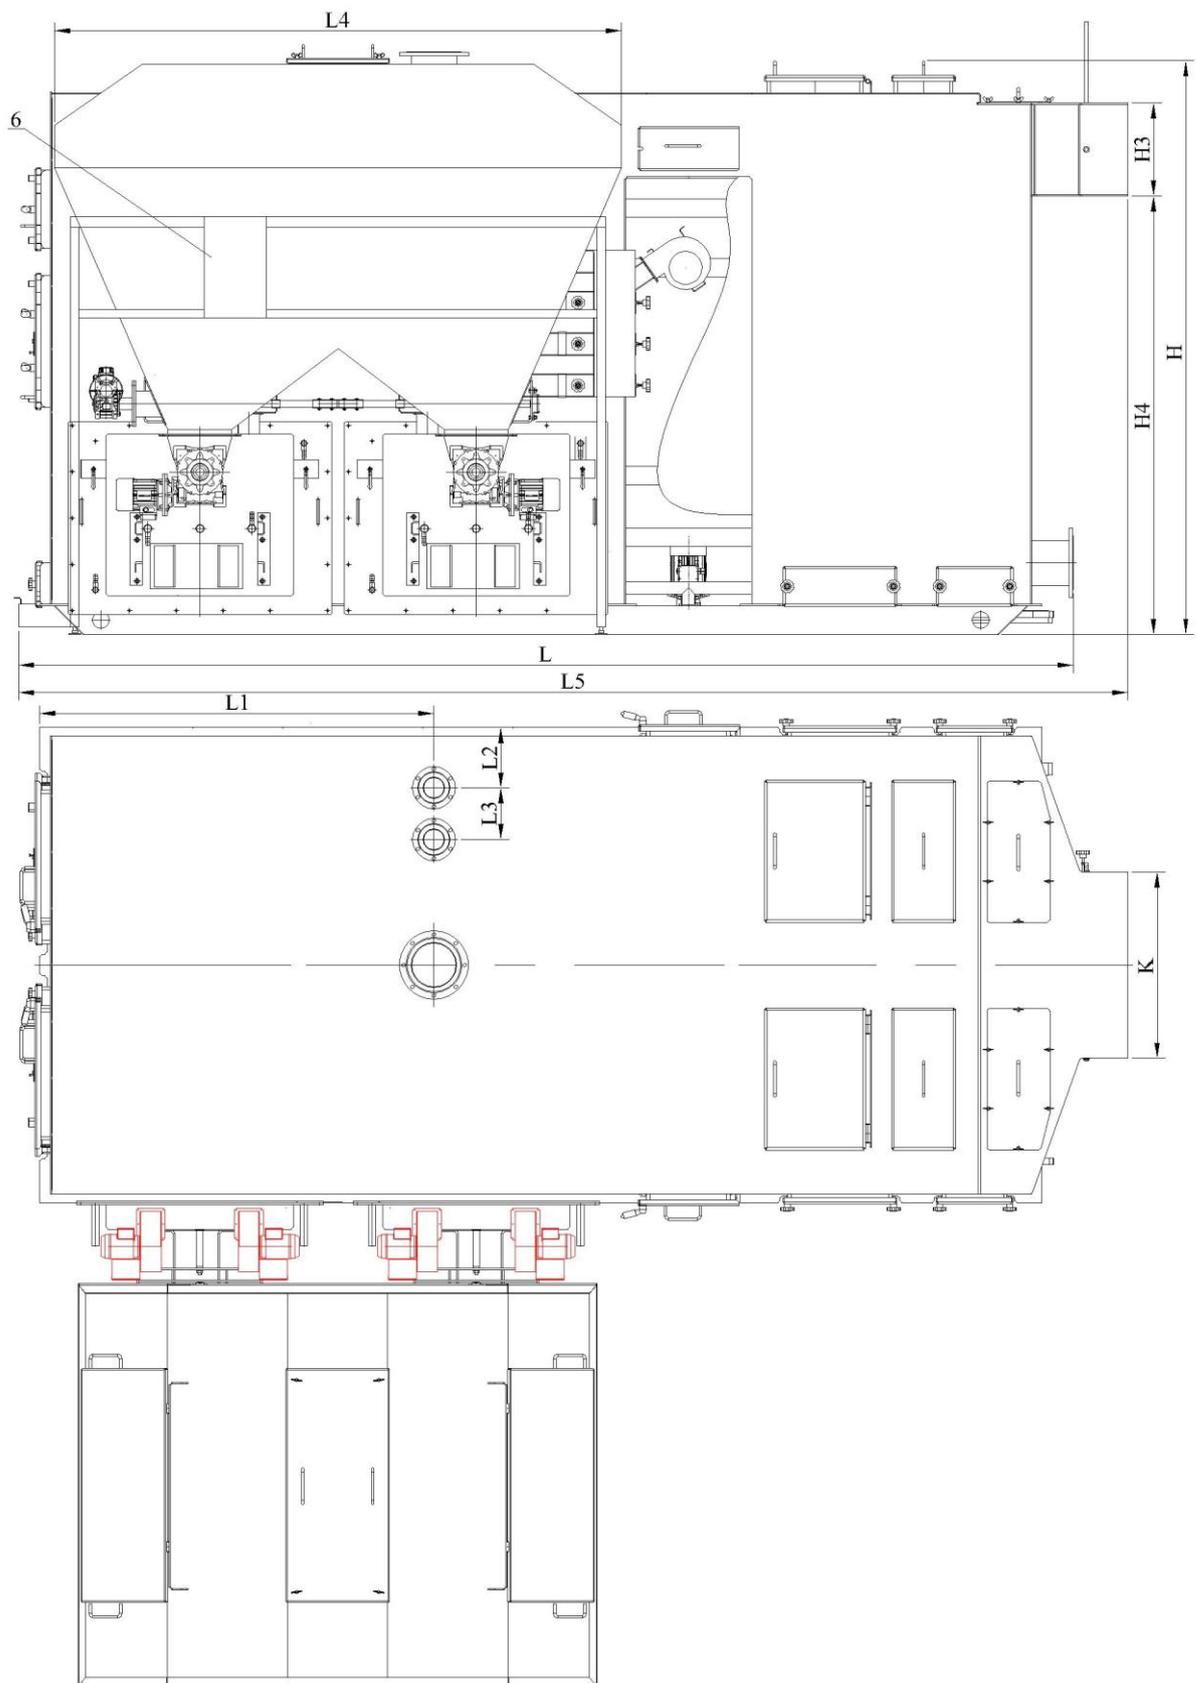
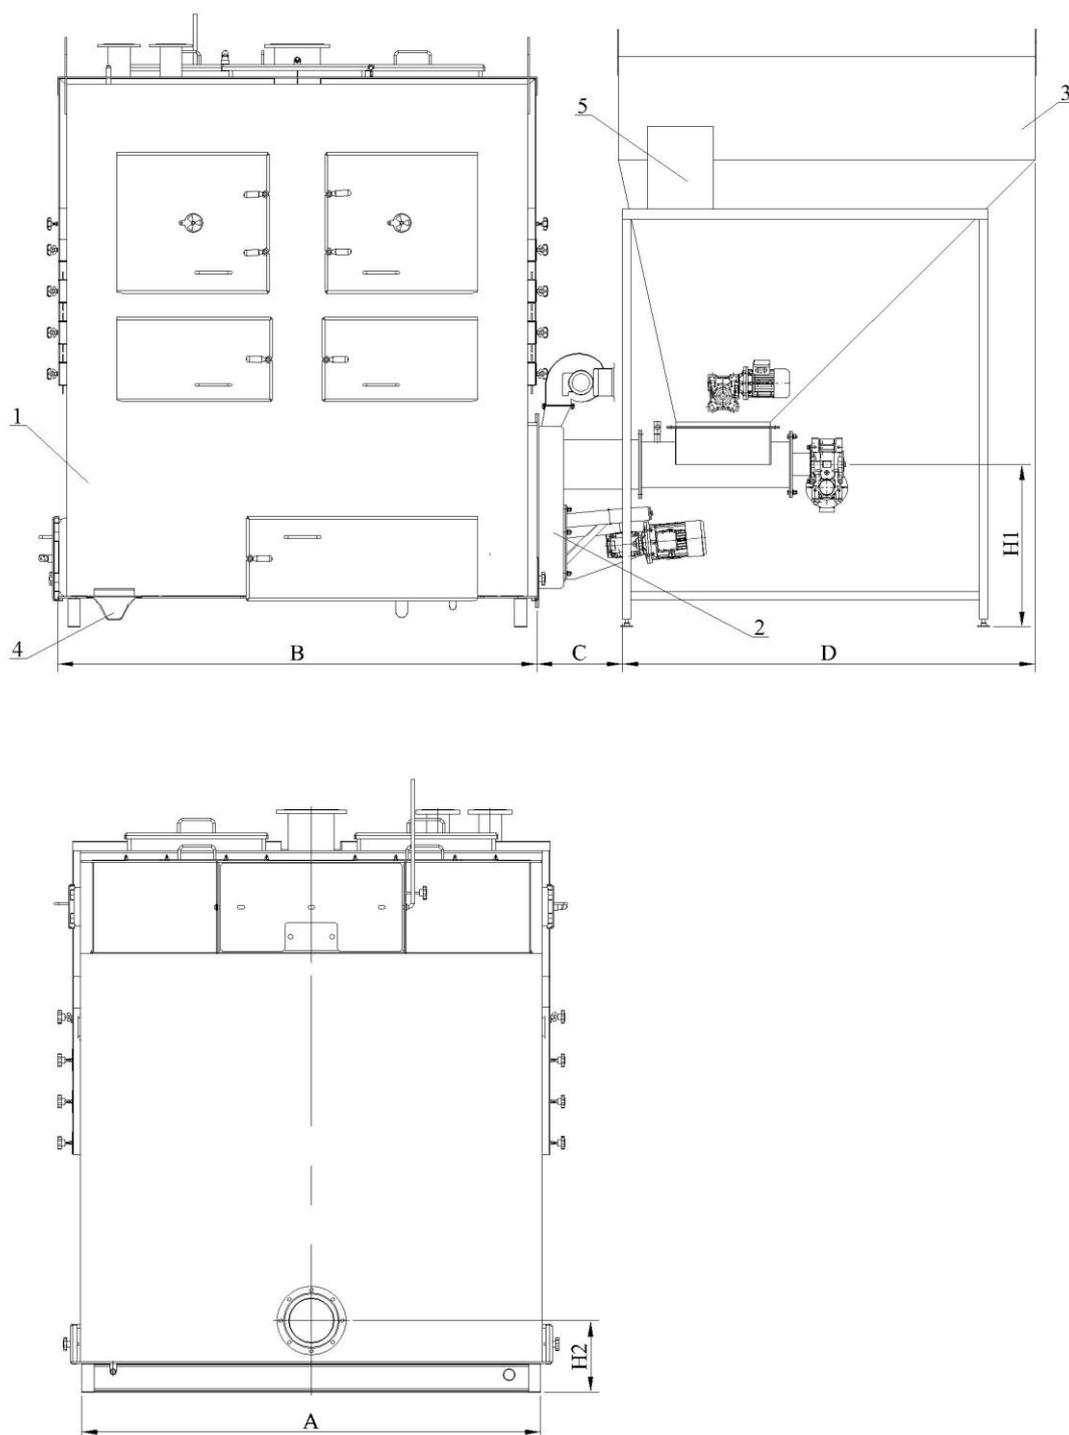

Рис.1 Габаритные и присоединительные размеры котлоагрегата
Рис.2 Габаритные и присоединительные размеры котлоагрегата
3.2 Габаритные и присоединительные размеры котлоагрегата приведены на Рис.1, Рис.2 и таблицы 2.
4.1 Котлоагрегат на базе котла модели «Ретра 2000-4М» с автоматизированной системой подачи топлива в сборе состоит из таких основных единиц (см. Рис.1 и Рис.2): котел, НГС (насадка горелка самоочищающаяся мощностью 1000кВт - 2шт.), бункер с разрыхлителем топлива, система пожаротушения, блок управления (микропроцессор), дополнительно предусмотрено возможность установки системы золоудаления.